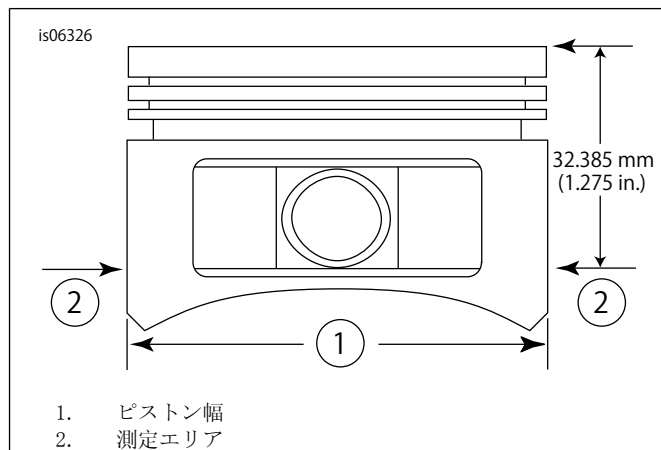

図2。ピストン測定
5. 「図2」を参照してください。ピストン幅(1)を、ピストンピン穴の両側から水平に90度、ピストン(2)のデッキ面(上)から1.275インチ下で測定します。この位置のピストンとシリンダーのフィットについては表11を参照してください。